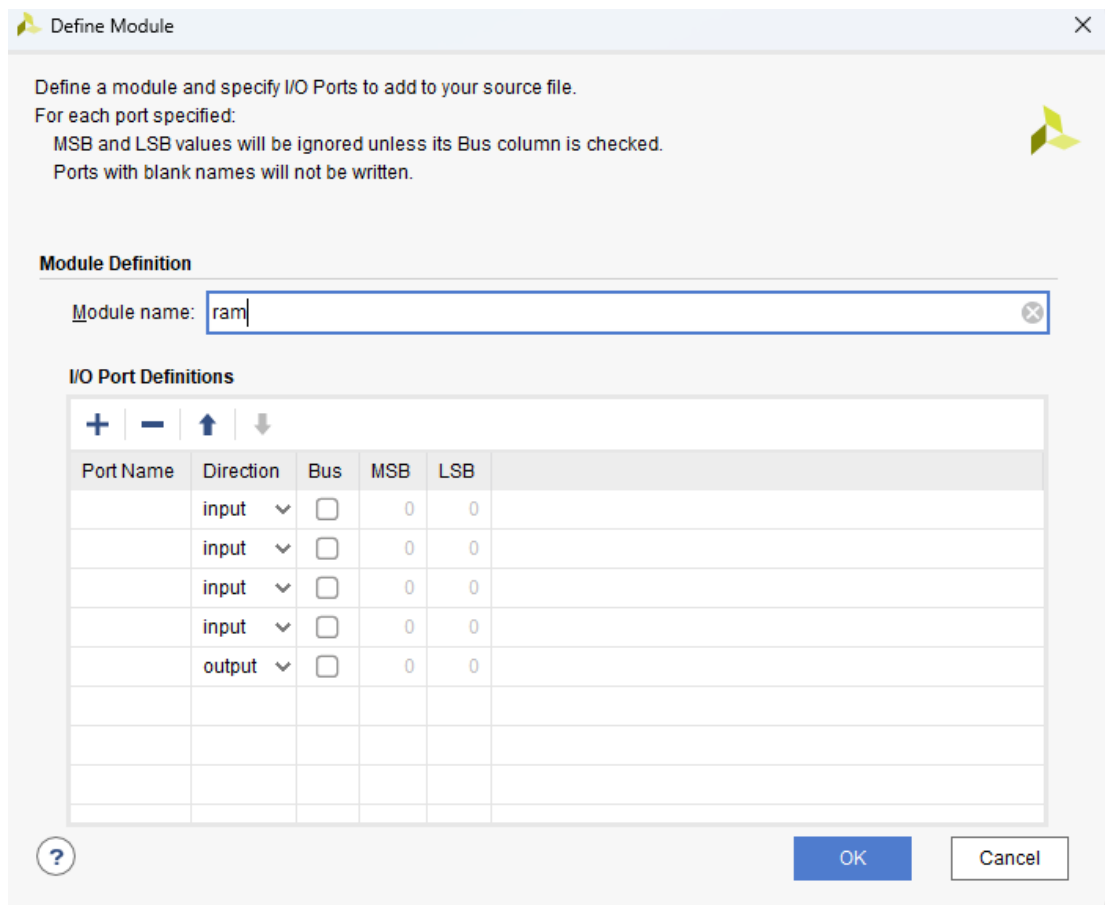

图 4.4.15 Define module
(3) 在弹出的“Define Module”中（图 4.4.15），创建四个 input，一个 output，然后选择 ok（此步也可以不做）。